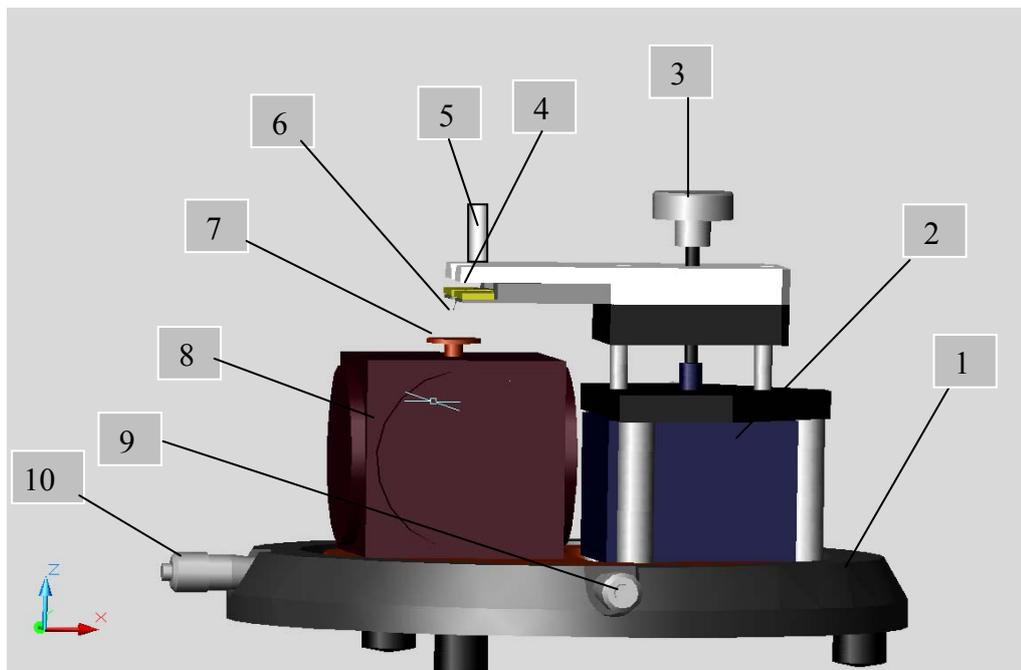

Рис. 1-5. Конструкция СЗМ NanoEducator
На Рис. 1-5 представлена конструкция измерительной головки. На основании (1) установлен сканер (8) с держателем образца (7) и механизм подвода (2) на основе шагового двигателя. Подвод зонда (6), закрепленного на датчике взаимодействия (4), к образцу можно также осуществлять с помощью винта ручного подвода (3). Датчик взаимодействия закрепляется при помощи винта фиксации датчика (5). Предварительный выбор места исследования на образце осуществляется с помощью винтов перемещения сканера с образцом (9, 10).